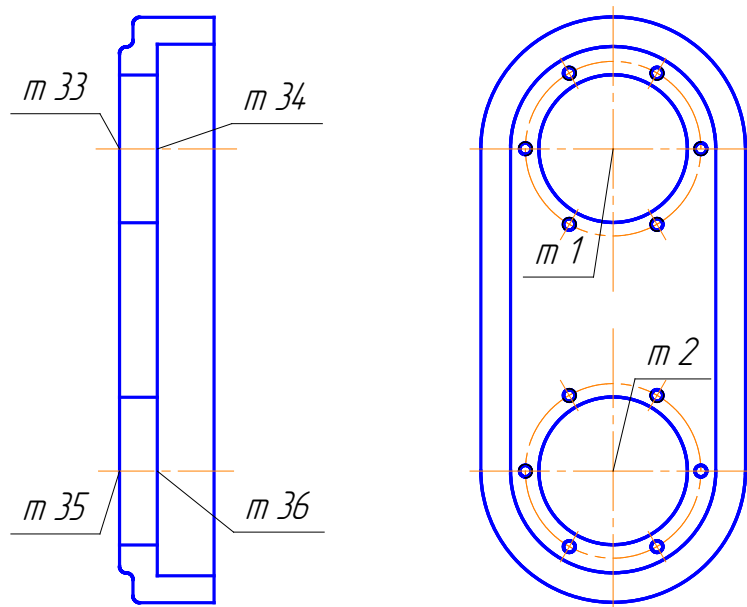

Рис. 137
12.5 Провести через точки $m33$ і $m34$ та $m35$ і $m36$ відрізки для позначення центрів отворів з центрами в точках $m1$ і $m2$. Для цього нажати кнопку **Отрезок** . Змінити стиль лінії, яким зображено відрізок: клацнути в полі **Стиль**  і встановити в якості поточного стилю лінії **Осевая**. Нажати кнопку **Прервать команду**  (рис. 137).